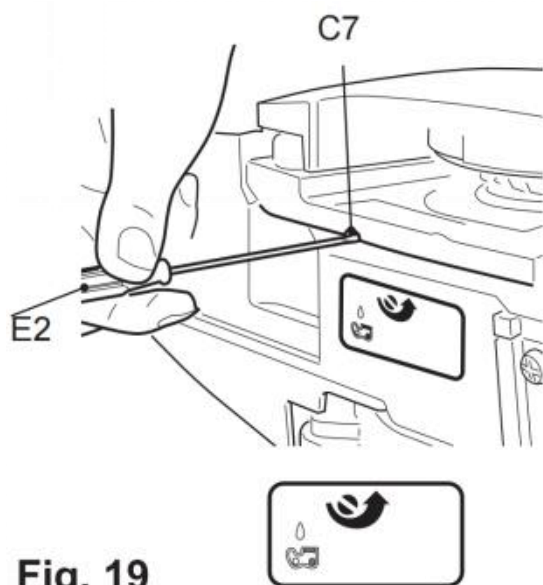

Fig. 19
4) Vrid justerskruven (C7) på smörjenheten på produktens undersida för att justera kedjeoljeflödet med multiverktyget (E2) (bild 19).